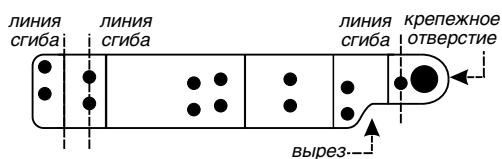

Рис. 4.28
**4.** Дисплей устанавливается на кронштейнах. Кронштейн, внешний вид которого приведен на рис. 4.28, представляет собой металлическую пластину.
**5.** Согните пластины по линиям сгиба, рис. 4.28, как показано на рисунке 4.29. Учитывайте, что кронштейны будут устанавливаться один с правой, другой с левой стороны, сгибайте их в противоположные стороны (зеркально).